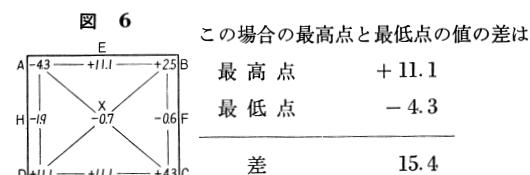

図 7
6. 更に DE 線を軸として、A 点を 1.48(A 点と F 点の差の 5 分の 2) 上げると、各点の値は図 7 のようになる